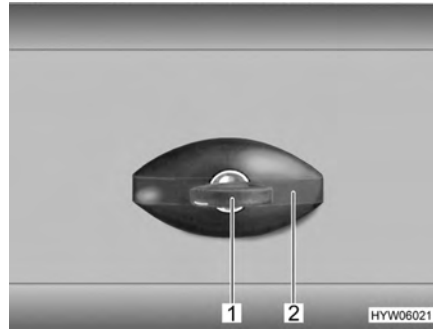

Fig. 34 Serrure du portillon, en forme d'ellipse
- Insérer la clé dans le barillet (Fig. 34,1) et la tourner d'un quart de tour dans le sens inverse des aiguilles d'une montre. La poignée de la serrure (Fig. 34,2) ressort.